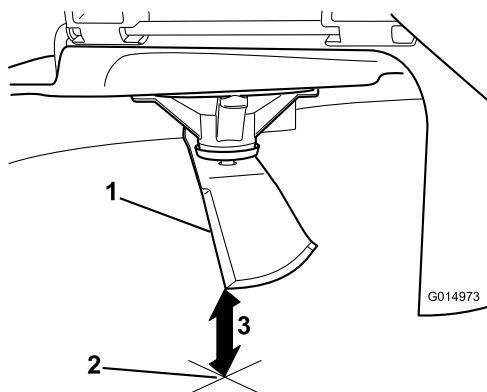

Bild 74
5. Messen Sie von der Messerspitze bis zu ebenen Fläche (**Bild 74**).